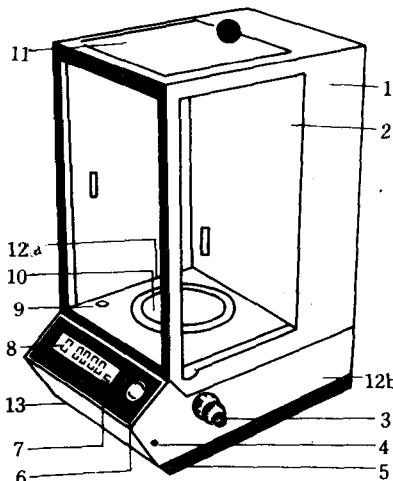

图 1-9 DF 系列天平外形图
(1) 根据装箱单检查备件是否齐全，并按说明书的要求进行安装，电子天平的外型如图 1-9 所示。
(2) 天平秤盘的安装顺序为：防护盘，秤盘，保护环。
(3) 水平的调整
参考图 1-9，打开左右偏载调整孔盖，用小改锥分别平行插入孔内，向下或向上拨动，然后再将砝码移回中心位置重做 1 次，看误差是否超过允许值；如超过，则如此重复数次，直至误差在允许范围内为止。